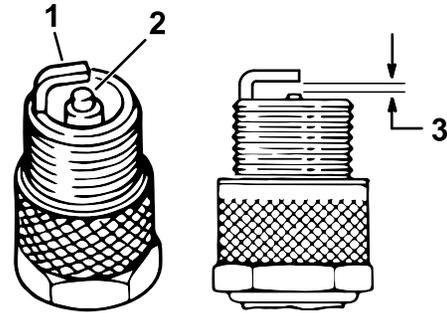

Figura 32
4. Compruebe el estado del electrodo lateral, el electrodo central y el aislamiento del electrodo central para verificar que no están dañados (Figura 32).
5. Ajuste la distancia entre los electrodos central y lateral a **0.76 mm (0.03")**, como se muestra en la Figura 32.